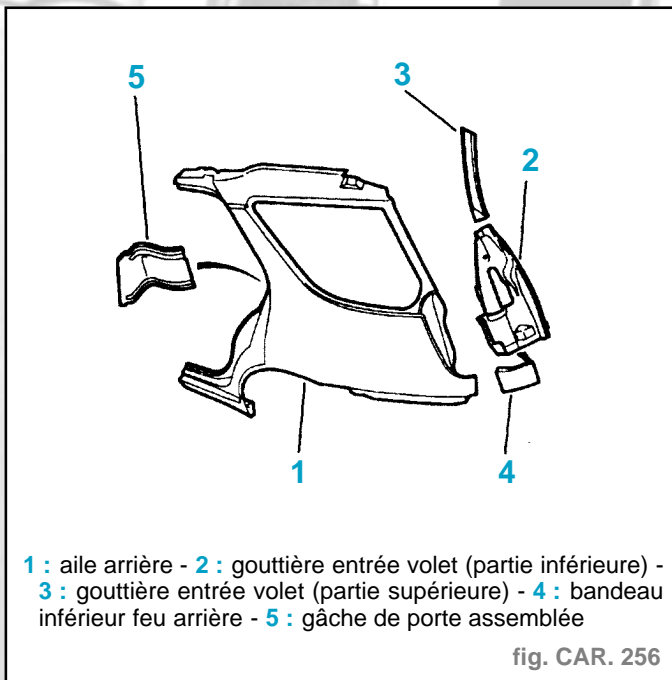

fig. CAR. 256
• **Composition** (fig. CAR. 256)